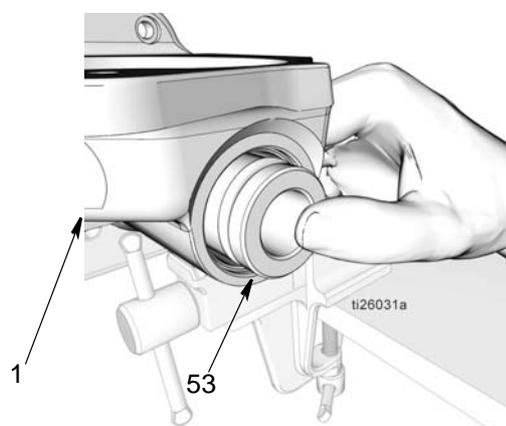

FIG. 42
- d. Utilizzare i pollici per premere la manica (53) nella base della pompa (1). Successivamente, utilizzando un'asta morbida, premere la manica completamente verso il basso, per quanto possibile (FIG. 42).